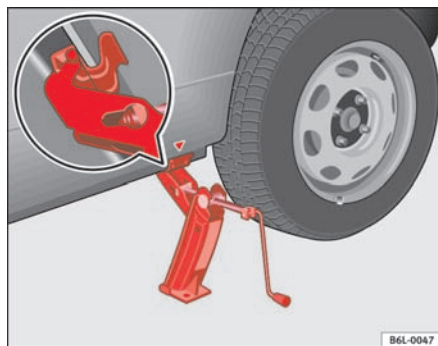

Fig. 138 Sådan sættes donkraften på.
- Stil donkraften således, at dens griber får fat i kanten under dørpanelet, og den bevægelige bundplade står plant på jorden ⇒ fig. 138.